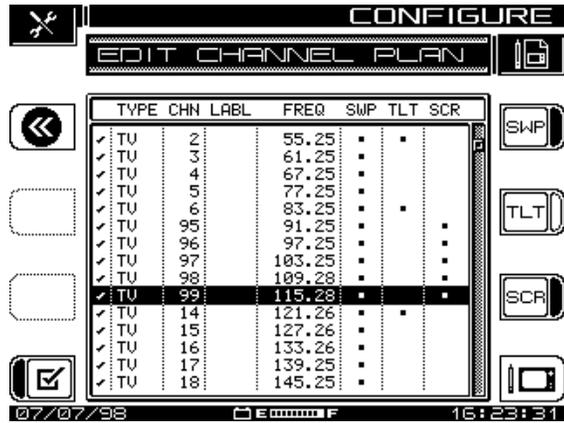

Abb. 3–8 Bildschirm EDIT CHANNEL PLAN (Kanalplan bearbeiten)
Die Softwaretaste **OK** drücken, um zum Hauptbildschirm CHANNEL PLAN (Kanalplan) zurückzukehren (siehe Abb. 3–2).
1. Im Hauptmenü CHANNEL PLAN (Kanalplan) die Option „Edit Channel Plan“ (Kanalplan bearbeiten) wählen und das Symbol rechts neben dem Eingabefeld drücken. Der Bildschirm EDIT CHANNEL PLAN (Kanalplan bearbeiten) erscheint (siehe Abb. 3–8).
- Die Softwaretaste „Edit Channel“ (Kanal bearbeiten) drücken, um den in Abb. 3–9 EDIT CHANNEL (Kanal bearbeiten) gezeigten Bildschirm aufzurufen.